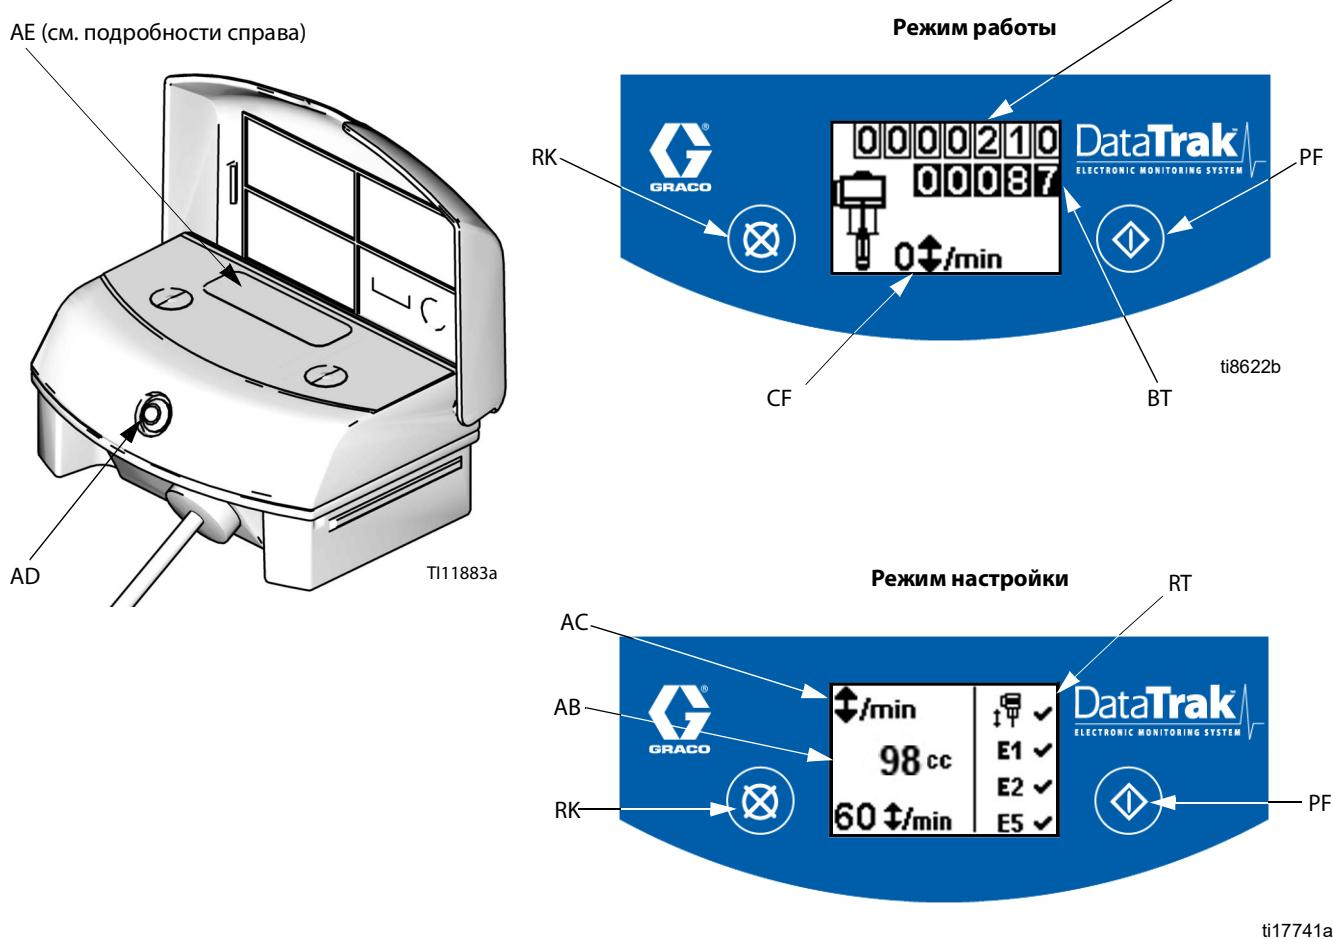

Рис. 4. Элементы управления и индикаторы модуля DataTrak
Условные обозначения для Рис. 4
- См. Рис. 4, стр. 33. Нажмите и удерживайте кнопку в течение 5 секунд, пока не появится меню настройки.
- См. Рис. 4, стр. 33. Для перехода в режим заправки/промывки нажмите любую кнопку, чтобы включился дисплей, а затем нажмите . На дисплее отобразится символ заправки/промывки и светодиод начнет мигать
- В режиме заправки/промывки счетчик партий (BT) не действует; Общий счетчик объема подачи (GT) продолжает действовать.
См. Рис. 4, стр. 33. Последняя цифра на счетчике партий (BT) означает десятые доли галлона или литра. Чтобы обнулить счетчик, нажмите любую кнопку для включения дисплея, а затем нажмите и удерживайте в течение 3 секунд.
См. Рис. 4, стр. 33. Дисплей (AE) отключается через 1 минуту неактивности в режиме работы или через 3 минуты в режиме настройки. Для включения дисплея нажмите любую кнопку.
Модуль DataTrak может обеспечивать диагностику некоторых неисправностей насоса. При обнаружении неисправности начинает мигать светодиод (AD, РИС. 4) и на дисплее появляется соответствующий диагностический код.